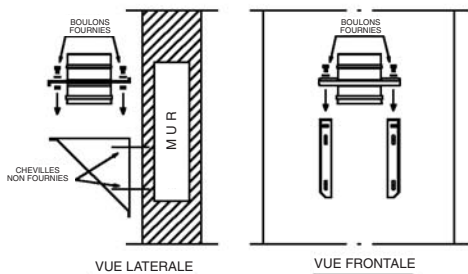
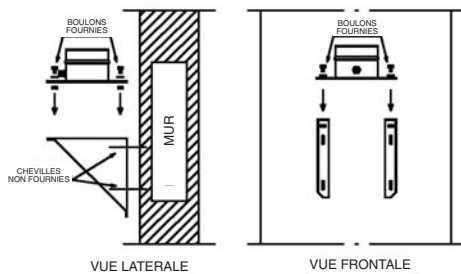

FIGURE 3A Installation couple support avec plaque
FIGURE 3B Installation couple support avec plaque de départ
- fixer les deux éléments du couple support au mur, en créant entre eux un plan d'appui horizontal, ensuite, fixer la plaque intermédiaire en serrant les écrous des boulons respectifs comme illustré dans la Fig.3a et Figure 3b